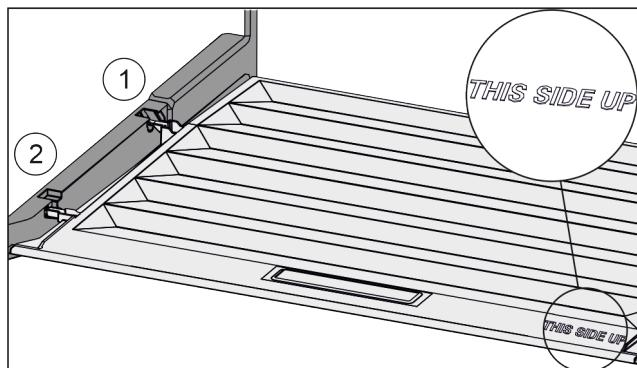

Fig. 108
- Introduceți nervura capacului prin orificiul suportului posterior Fig. 108 (1) și înclicheați-l în față în suport Fig. 108 (2).